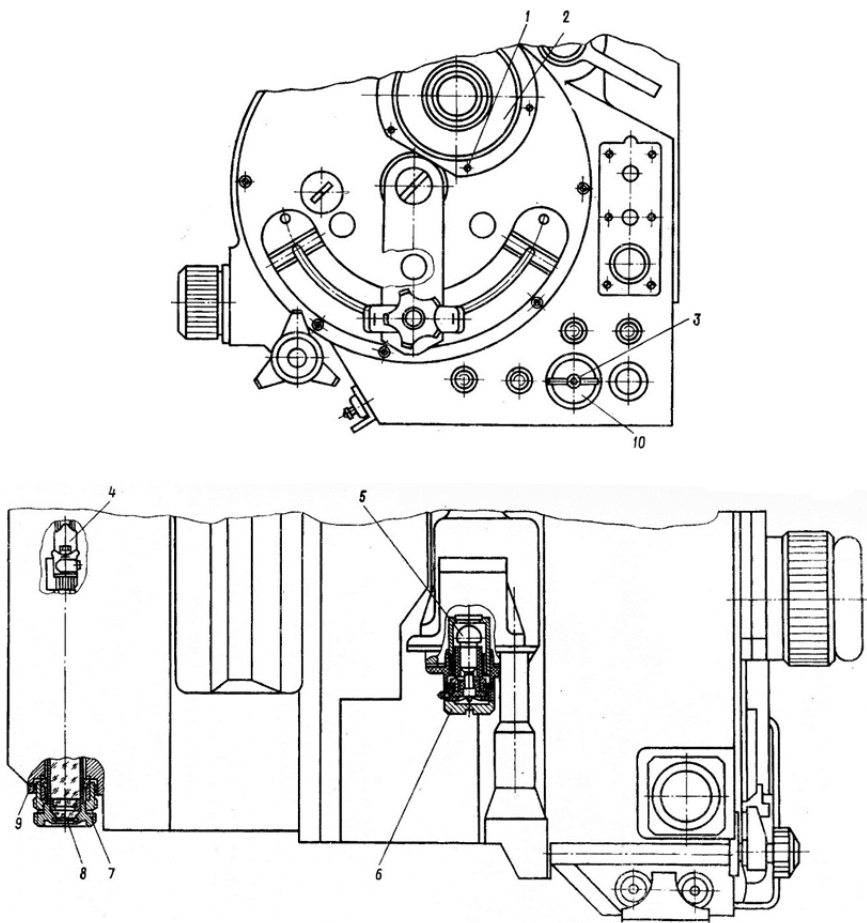
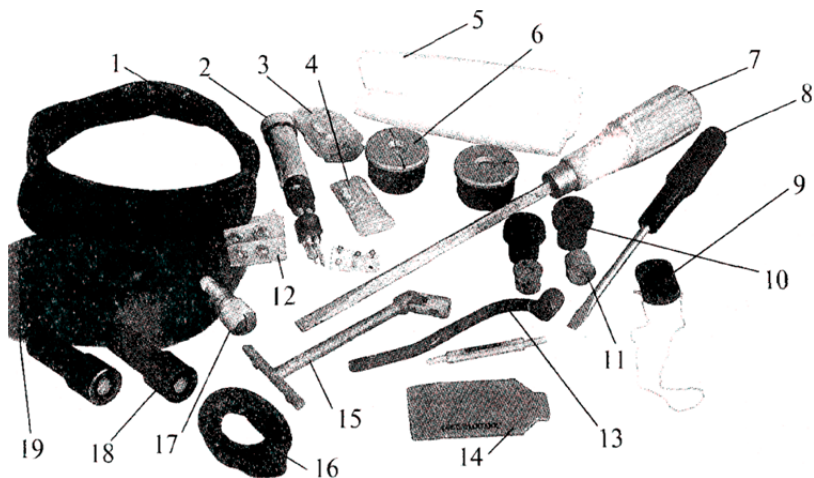
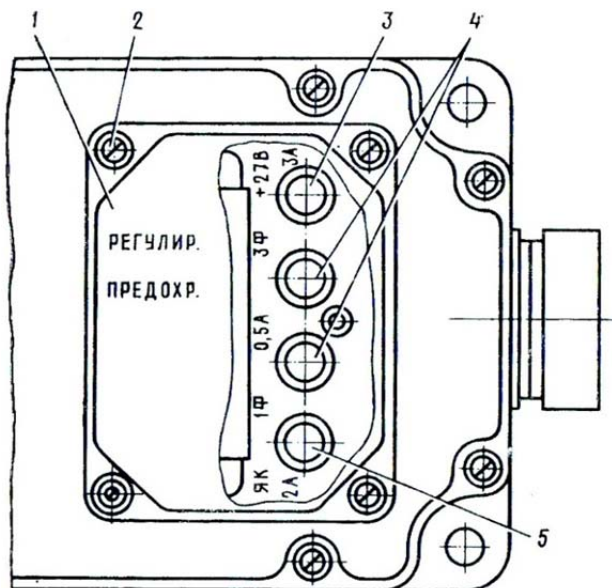

Рис. 2.41. Оптико-механический блок:
Рис. 2.42. Элементы одиночного комплекта ЗИП ППН 1К13:
Рис. 2.45. Блок 1К75:
1. Развернуть башню в положение, обеспечивающее доступ к осветителю 6 (рис. 2.41) через люк механика-водителя (примерно в положение 45-00 по азимутальному показателю).
5. Вывернуть перегоревшую лампу 5 (см. рис. 2.41) и заменить ее на исправную лампу 12 (рис. 2.42) из состава одиночного комплекта ЗИП ППН 1С13.
Для замены осветителя в коллиматоре вывернуть осветитель 6 (см. рис. 2.41), для чего проделать действия по методике п. 11.1, пп. 1–4, и установить исправный осветитель 17 (см. рис. 2.42) вместе с фторопластовой прокладкой на место, при этом не повреждая контакт-фиксатор, находящийся на ППН 1К13. После этого прове-
- отвинтить винты крепления блока зеркала к БОМ, используя монтажный ключ 13 (см. рис. 2.42) 1465.01.00.100, и снять блок зеркала;
– установить и закрепить блок зеркала на БОМ четырьмя болтами ключом 13 (см. рис. 2.42) 1465.01.00.1000 при максимальном угле прокачки вверх;
– вывернуть осветитель 9 (см. рис. 2.41) с лампой 4 выверки;
– ввернуть запасной осветитель 2 (см. рис. 2.42) в корпус БОМ;
– отвинтить четыре винта 2 (рис. 2.45) на крышке 1 регулировки блока управления ключом 14 (см. рис. 2.42) из состава одиночного комплекта ЗИП ППН 1К13 или отверткой НБЛ4.094.000 из комплекта ЗИП прицельного комплекса 1А40-1;
– снять крышку 1 (см. рис. 2.45);
- вывернуть патрон осушки 15 (см. рис. 2.38), вращая его ключом 14 (см. рис. 2.42) против хода часовой стрелки, и извлечь стакан с силикагелем;